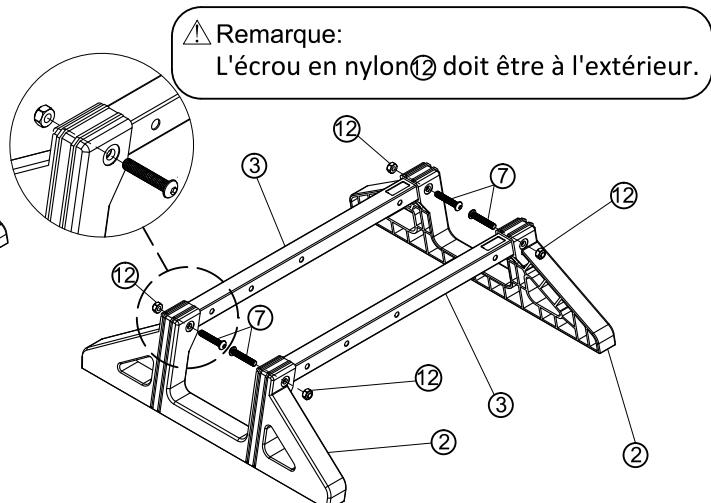

Figure. 1.2
- Une fois les trous de vis des extrémités avant et arrière du support ③ alignés avec ceux des supports de base ② , utilisez la vis à tête ronde M6 L32 ⑦ et l'écrou en nylon ⑫ pour les fixer. Veiller à ce que l'écrou en nylon ⑫ soit positionné à l'extérieur pour éviter tout frottement avec le grand diamètre du pneu de la roue. (Voir Figure 1.2)